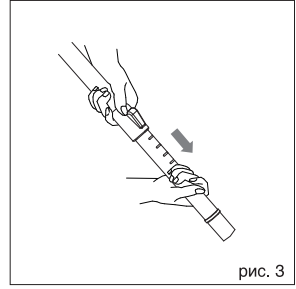

рис. 3
- Выдвиньте нижнюю часть телескопической трубки на необходимую длину, предварительно нажав на фиксатор (19) (рис. 3).